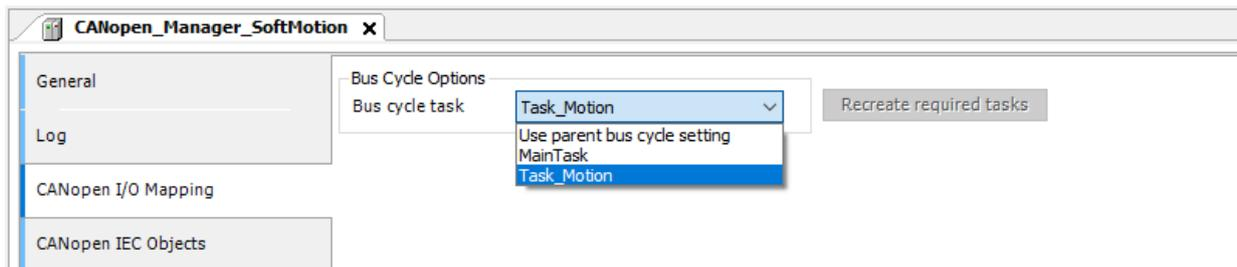

Figura 6.9: Configuración estándar CANopen Manager SoftMotion.
- También en las configuraciones del objeto **CANopen Manager SoftMotion**, en la pestaña **CANopen I/O Mapping**, seleccione la tarea responsable por el movimiento (**Task_Motion**), como na Figura 6.9.